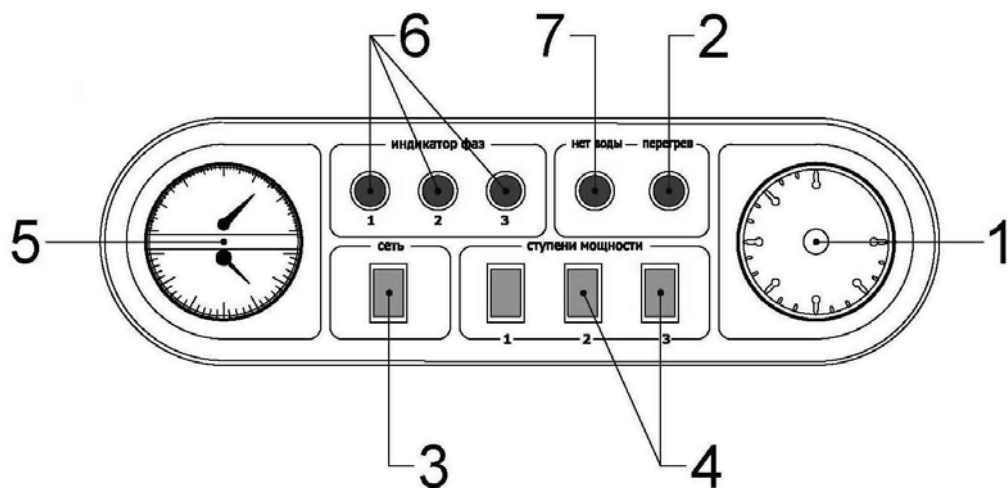

Рис. 2
- ✓ Плата управления котла (11). Плата анализирует состояние датчика температуры воды, термовыключателя, датчика уровня, датчика температуры воздуха (опция), реле протока (опция). Плата выполняет анализ поступивших сигналов и производит включение или выключение ступеней мощности в зависимости от конкретной ситуации. Включение и выключение ступеней мощности осуществляется каскадно, с задержкой 3 секунды, чтобы исключить скачки напряжения в сети.
- ✓ Плата резервного управления (12), расположена рядом с электронной платой управления котла и представляет собой планку с разъемами. В случае сбоя в работе платы управления, или выхода ее из строя, до приезда специалистов сервисного центра, прибор можно переключить на работу по механическим датчикам - через плату резервного управления (подробнее см. раздел техническое обслуживание).
- ✓ Клеммная колодка (5), предназначена для подключения к прибору внешних опций: комнатного термостата или термостата-программатора; (опция), стабилизатора напряжения (опция), а так же циркуляционного насоса (опция).
- ✓ Зажимы кабеля питания (7), для подключения подводящего кабеля.
- ✓ Плавкий предохранитель платы управления (10), Управляющая цепь контакторов и схема управления защищены плавкими предохранителями.
- 4.7. Состояние работы прибора отражается световыми индикаторами на панели управления (Рис. 2). Панель управления содержит следующие элементы:
- ✓ Термоманометр (5) позволяет контролировать давление в системе и температуру на выходе из прибора
- ✓ Индикатор «Перегрев» (2) загорается при перегреве воды (нарушение циркуляции) при этом прибор автоматически выключается. После остывания теплоносителя примерно на 15-20 °C нагрев снова включается.
- ✓ Индикатор «Нет воды» (7) показывает отсутствие теплоносителя в приборе.
- ✓ «Индикаторы фаз» (6) показывают наличие фаз на вводном аппарате защиты.
- ✓ Выключатель «Сеть» (3) служит для включения прибора в работу
- ✓ Выключатели "I", "II", "III" (4) служат для включения первой, второй и третьей ступеней мощности прибора. Внутренняя подсветка выключателей показывает, какие ступени мощности включены.
- ✓ Ручка регулятора температуры теплоносителя (1) обеспечивает плавную регулировку температуры теплоносителя.
- 7.12. Все элементы управления расположены на лицевой стороне прибора на панели управления. (Рис. 2)